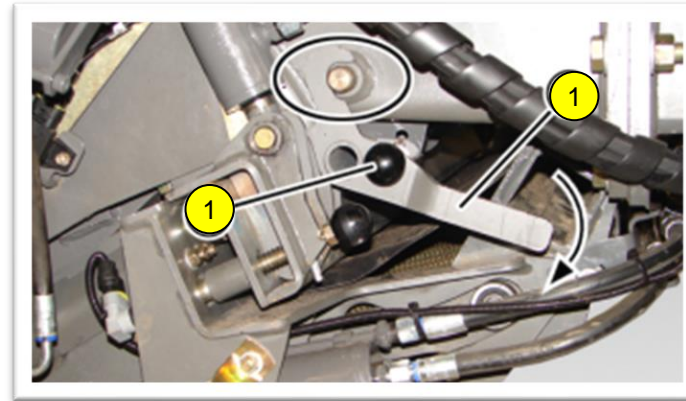
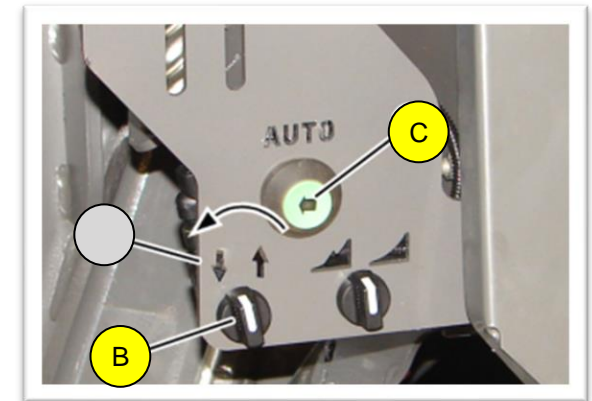

Bild 2
Bild 3
2. Mulde mit Hebel **(1)** verriegeln **(Bild 2)**
3. Knopf **(C)** gedrückt halten und Drehschalter **(B)** nach links drehen **(Bild 3)**
- Das Messer **(1)** am hinteren Ende der Kolbenführungsschiene, wie in Abbildung 2 montiert, sorgt für eine bessere Ballenform speziell in Zuckerrohr, Silage, Maisstroh oder Luzerne. Es wird der Streifen abgeschnitten, wie in Abbildung 3 zu sehen.